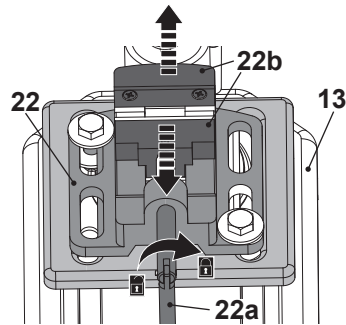

Fig. 16
1. Gire la palanca de sujeción (22a) en sentido contrario a las agujas del reloj para aflojar las mordazas (22b) (Fig. 16).
2. Coloque la pieza entre las mordazas (22b) del tornillo de banco (22).